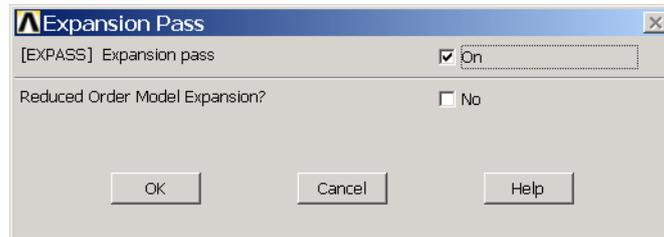

图10.37 打开Expansion Pass
(12) Main Menu>Solution>Define Loads>Apply>Structural>Force/Moment>On Nodes 菜单, 弹出图形拾取对话框, 选择节点 2, 并单击【OK】按钮。接着弹出【Apply F/M on Nodes】对话框, 在【Force /moment value】文本框中输入 20, 单击【OK】按钮。
(13) 单击 Main Menu>Solution>Solve>Current LS 菜单，求解第二荷载步。
(14) 再次单击 Main Menu>Solution>Load Step Opts>Time/Frequenc>Time - Time Step 菜单，弹出【Time and Time Step Options】对话框，在【Time at end of load step】文本框中输入【0.1】，并单击【OK】按钮。
(15) 单击 Main Menu>Solution>Solve>Current LS 菜单，求解第三荷载步。求解完成后，单击 Main Menu>Finish 菜单。
(16) 下面运行 Expansion Pass 并求解。单击 Main Menu>Solution>Analysis Type>ExpansionPass 菜单，弹出如图 10.37 所示的【Expansion Pass】对话框。选择【Expansion pass】右边的复选框为【On】，然后单击【OK】按钮。